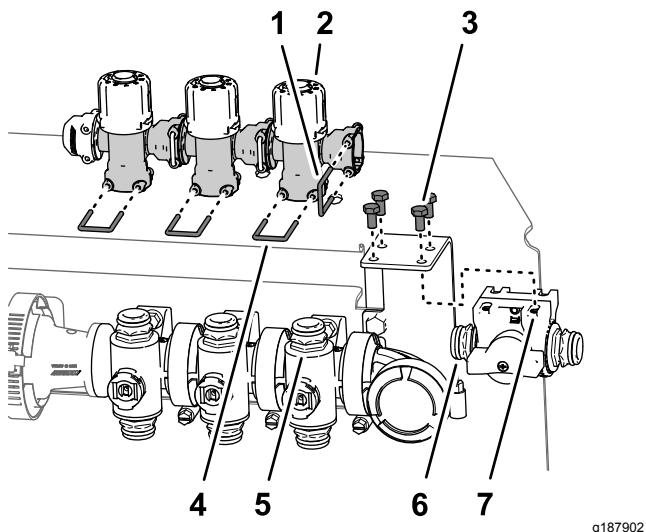

Figura 49
1. Rimuovete i 4 bulloni (6 x 12 mm) che fissano la valvola di intercettazione di bypass alla staffa di supporto della valvola (Figura 49).
2. Rimuovete il fermo che fissa la valvola di intercettazione di bypass alla valvola di bypass per la valvola di sezione delle barre di destra e rimuovete la valvola di intercettazione (Figura 49).
- Rimuovete i 3 fermi che fissano le 3 valvole di bypass alle 3 valvole del collettore (Figura 49).
- Sollevate le valvole di bypass dai 3 accoppiatori rapidi delle valvole del collettore (Figura 49).